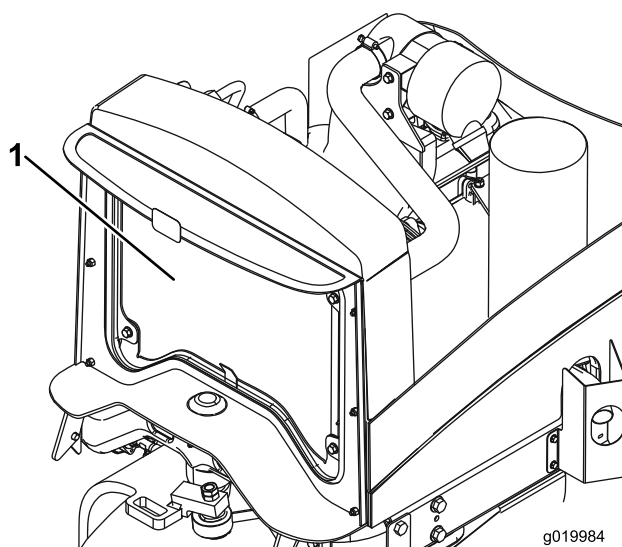

Figura 57
2. Limpie a fondo ambos lados del radiador/enfriador de aceite con aire comprimido (Figura 57).